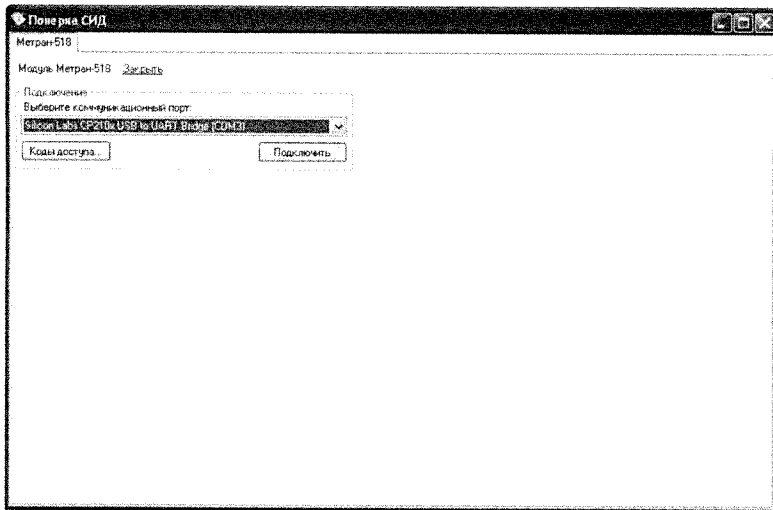

Рисунок 3 – Окно подключения модуля давления
- выбрать режим работы Модуль давления эталонный Метран-518 (см. рисунок 3);
- в данном окне выбрать режим «О программе» (см. рисунок 3);